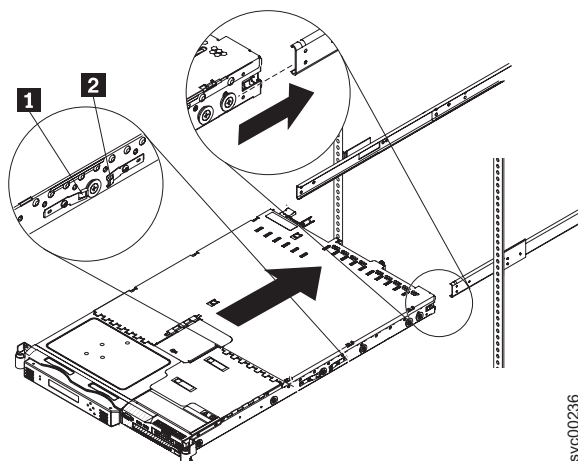

図 44. ラック・スライドと SAN ボリューム・コントローラー 2145-8G4 とを位置合わせする方法
3. ノードの 2 つの後部ホイールをスライドの開口部に位置合わせし、後部スライド解放ラッチ (72 ページの図 44 の **2**) がカチッと音を立てて所定の位置に収まるまで、ノードをスライド内に押し込み、ノードをスライドにロックします。